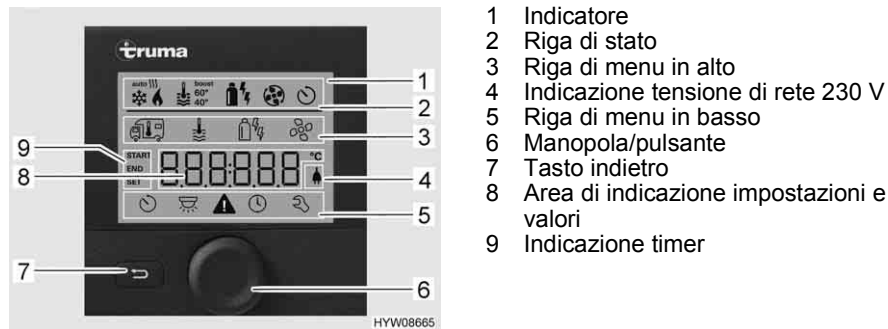
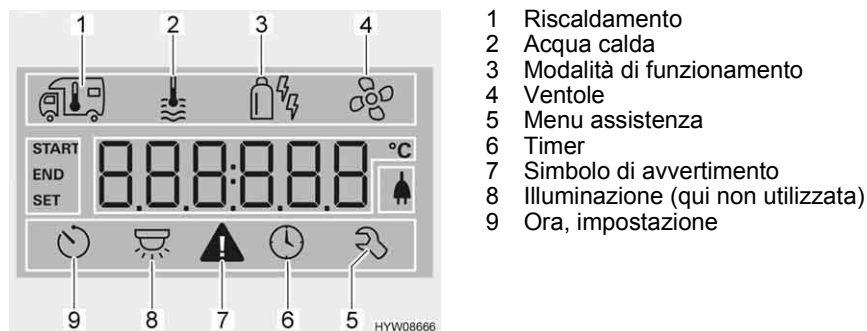

Fig. 99 Centralina di controllo con indicazioni
Fig. 100 Display
- Riga di stato (Fig. 99,2)
- Riga di menu in alto (Fig. 99,3)
- Area di indicazione (Fig. 99,8)
- Riga di menu in basso (Fig. 99,5)
- Premere la manopola/il pulsante (Fig. 99,6) per circa 3 secondi. Vengono visualizzate entrambe le righe di menu (Fig. 99,3 e Fig. 99,5). Il primo simbolo lampeggia.
- Ruotare la manopola/il pulsante (Fig. 99,6), finché viene visualizzato il simbolo del menu desiderato.
- Premere la manopola/il pulsante per memorizzare il valore impostato. Se il valore impostato originariamente non deve essere modificato: Premere il tasto indietro (Fig. 99,7).
- Ruotare la manopola/il pulsante (Fig. 99,6), finché il simbolo del menu del riscaldamento (Fig. 100,1) lampeggia.
- Premere la manopola/il pulsante per memorizzare il valore impostato. Il simbolo nella riga di stato lampeggia (Fig. 99,2), finché viene raggiunta la temperatura impostata. Se il valore impostato originariamente non deve essere modificato: Premere il tasto indietro (Fig. 99,7).
- Ruotare la manopola/il pulsante (Fig. 99,6), finché il simbolo del menu relativo alla modalità di funzionamento (Fig. 100,3) lampeggia.
- Premere la manopola/il pulsante per memorizzare la modalità di funzionamento impostata. Se il valore impostato originariamente non deve essere modificato: Premere il tasto indietro (Fig. 99,7).
- Ruotare la manopola/il pulsante (Fig. 99,6), finché il simbolo del menu delle ventole (Fig. 100,4) lampeggia.
- Ruotare la manopola/il pulsante (Fig. 99,6), finché il simbolo del menu del timer (Fig. 100,6) lampeggia.
- Premere la manopola/il pulsante. Il timer è attivato. Il simbolo del timer (Fig. 100,6) lampeggia quando il timer è programmato e attivo.
In caso di avviso, il relativo simbolo lampeggia (Fig. 100,7). Il riscaldamento rimane in funzione. Se si tratta solo di un guasto temporaneo, il simbolo di avvertimento si spegne autonomamente.